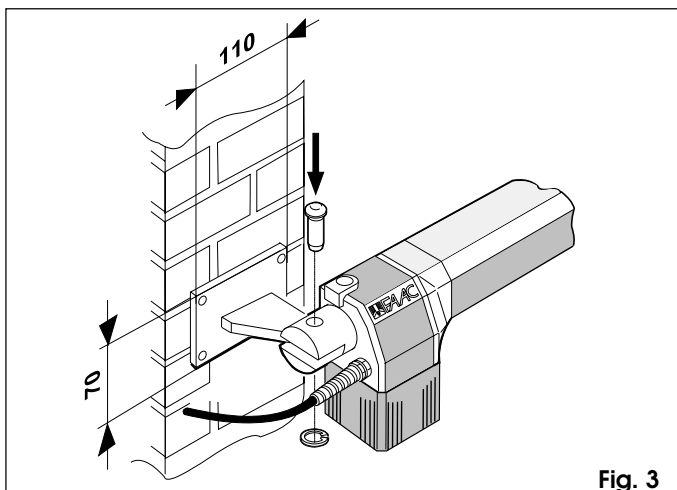

Fig. 3
Dans le cas de pilier en maçonnerie, prévoir d'abord la pose d'une plaque d'ancrage sur le pilier (fig. 3), puis souder la patte d'attache sur la plaque.
- 2) Fixer l'opérateur à la patte d'attache arrière au moyen des vis fournies (fig. 3).
Attention: Les opérateurs fournis dans le kit sont en version droit et gauche. Pour une installation correcte, l'opérateur doit être positionné comme indiqué fig. 3.